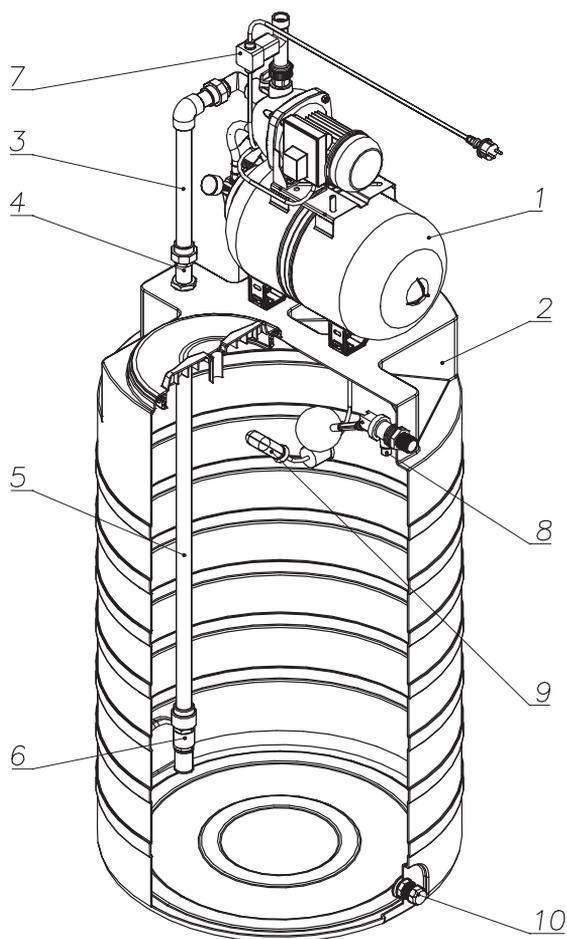

Рис. 2
3.2 Приемный бак объемом 500 л (поз.2 рис.2) для промежуточного накопления воды заданного объема с верхней резьбовой крышкой диаметром 330 мм и нижним сливным отверстием 1" - 1 комплект.
3.3 Соединительный элемент для соединения бака с всасывающим трубопроводом (поз. 4 рис. 2) – 1 комп.
3.4 Труба всасывающая верхняя для соединения АНС с соединительным элементом (поз.3 рис.2)– 1 шт.
3.5 Труба всасывающая нижняя для забора и подачи воды (поз.5 рис. 2)– 1 шт.
3.6 Обратный клапан с фильтром для создания однонаправленного потока воды и предварительной его фильтрации (поз.6 рис. 2)– 1 шт.
3.7 Гидростоп, защищающий насос от холостого (сухого) хода (поз.7 рис.2)– 1 шт.
3.8 Поплавковый клапан, защищающий бак от переполнения водой из магистрали и удерживающий необходимый объем воды в баке (поз. 8 рис. 2) – 1 шт.
3.9 Выключатель уровня (поз.9 рис. 2) – 1 шт, автоматически отключающий скваженный или колодезный насос при заполнении бака и удерживающий необходимый объем воды.
3.10 Комплект сливного штуцера с пробкой для слива воды из бака (поз.10 рис. 2) – 1 комп.